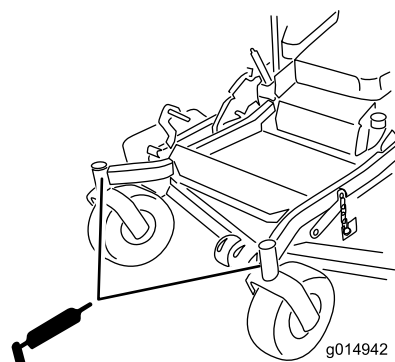

Figure 41
9. Sortez le graisseur Zerk du trou. Remettez le bouchon hexagonal et le capuchon antipoussière en place (Figure 41).